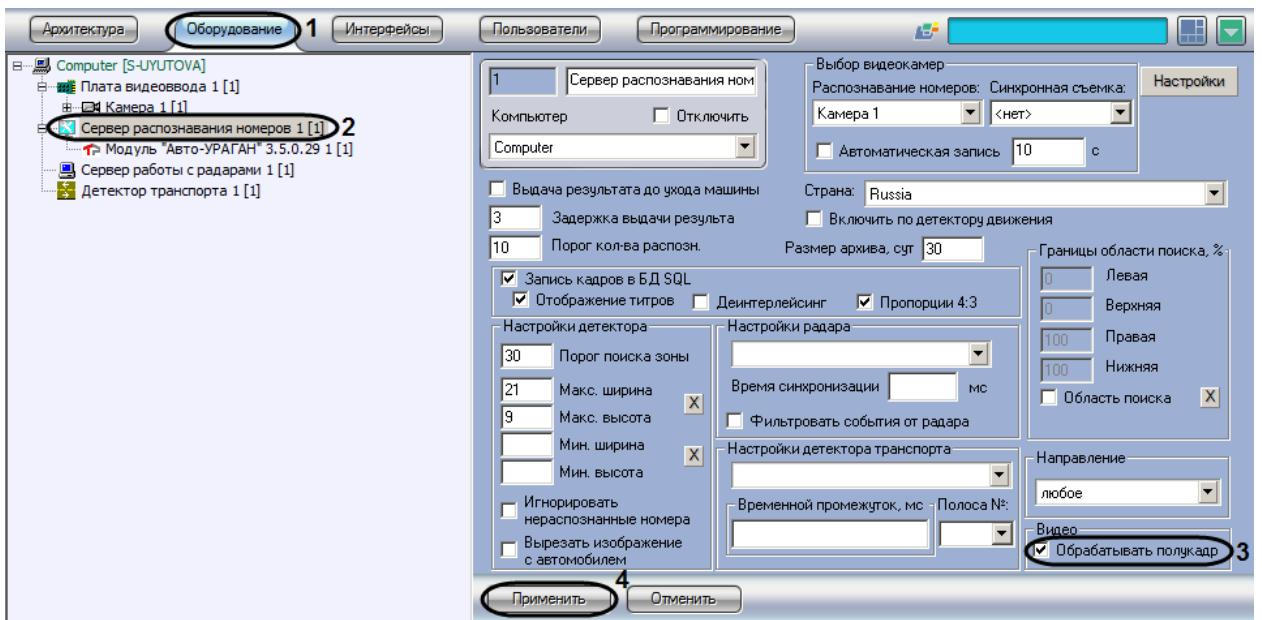

Рис. 7.2—29. Настройка обработки кадров
1. В диалоговом окне «Настройка системы» перейти на вкладку «Оборудование» (см. Рис. 7.2—29, 1).
2. В дереве объектов на вкладке «Оборудование» выбрать объект «Сервер распознавания номеров», соответствующий активированному программному модулю «Авто-УРАГАН 3.5.0.29», «CARMEN-паркинг», «CARMEN-Авто», «ACCR» или «VIT» (см. раздел «Активация программного модуля, используемого для распознавания номеров», Рис. 7.2—29, 2). В правой части вкладки «Оборудование» отобразится панель настройки выбранного объекта.
3. Снять (установить) флагок «Обрабатывать полукадр» в группе «Видео» (см. Рис. 7.2—29, 3).
4. Нажать кнопку «Применить» (см. Рис. 7.2—29, 4).